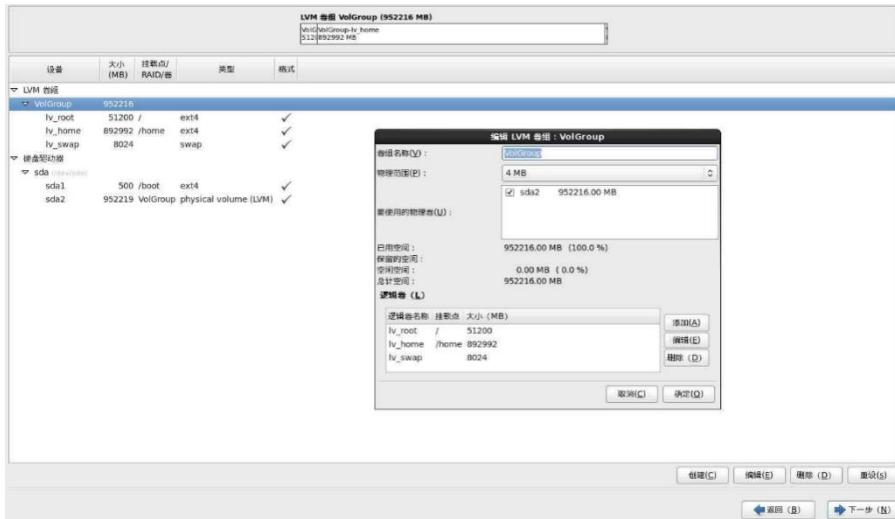

图 6-60
- u. 单击下一步, 系统提示准备好安装介质光盘, 如图 6-60 所示。